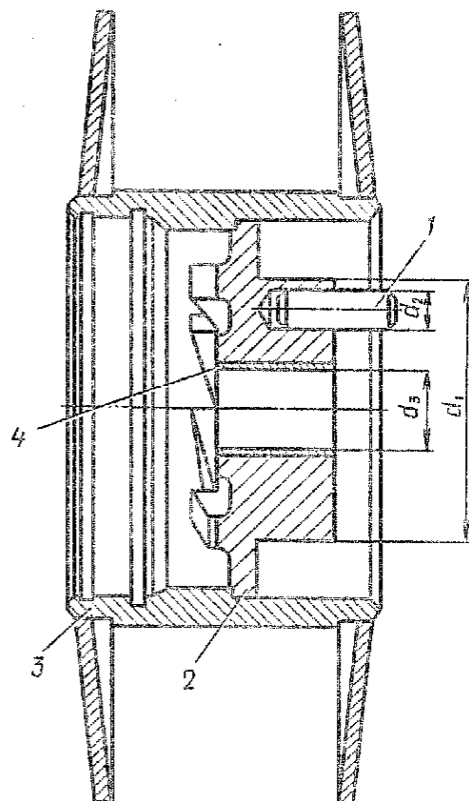

Рис. 215. Барабан лебедки в сборе:
2.6. Барабан лебедки в сборе (рис. 215)